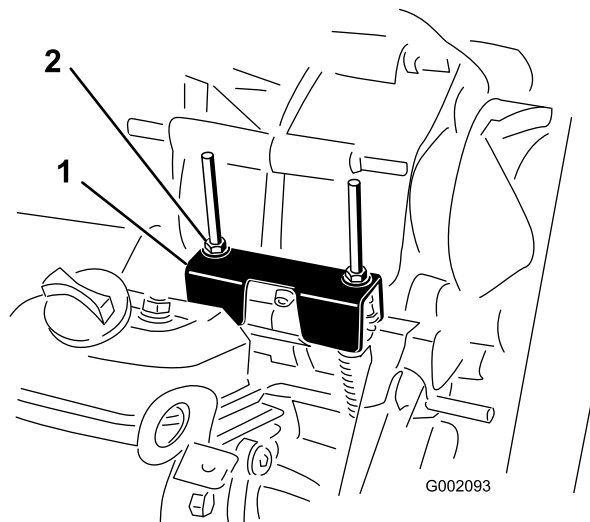

Рисунок 46
- Убедитесь, что кронштейн нейтрали находится в НЕЙТРАЛЬ положении (на уровне кронштейна крепления троса, расположенного под кронштейном переключения передач), повернув ведомое сцепление (Рисунок 46).
- Поверните одну из контргайек (Рисунок 46), чтобы получить зазор от 0,762 до 1,52 мм между нижней частью гайки/шайбы и кронштейном нейтрали.
Прежде чем выполнять плановое техобслуживание и (или) диагностику двигателя, коробку передач необходимо переключить в положение НЕЙТРАЛЬ (Рисунок 46). У автомобиля есть положение НЕЙТРАЛЬ на рычаге переключения передач, которое включает нейтральное положение в трансмиссии. Выполните следующие действия, чтобы убедиться в правильной работе рычага переключения трансмиссии в нейтральном положении: